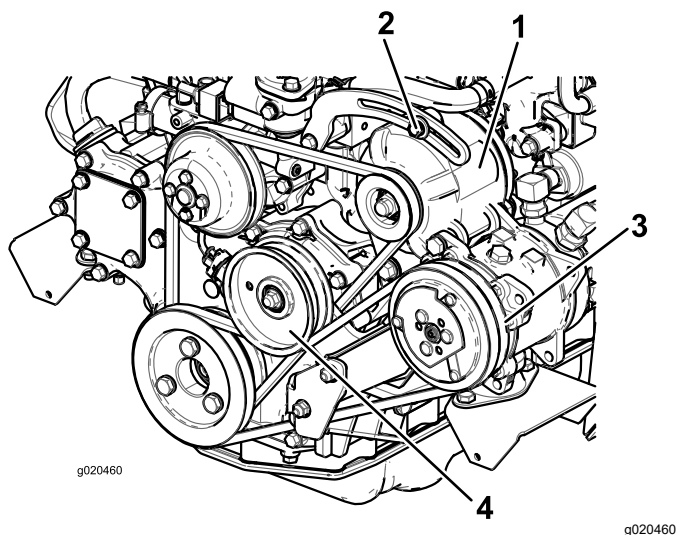

Рисунок 75
Если прогиб не равен 10 мм, ослабьте болты крепления генератора (Рисунок 75).
2. Для установки величины отклонения 10 мм ослабьте болт крепления натяжного ролика (Рисунок 75).